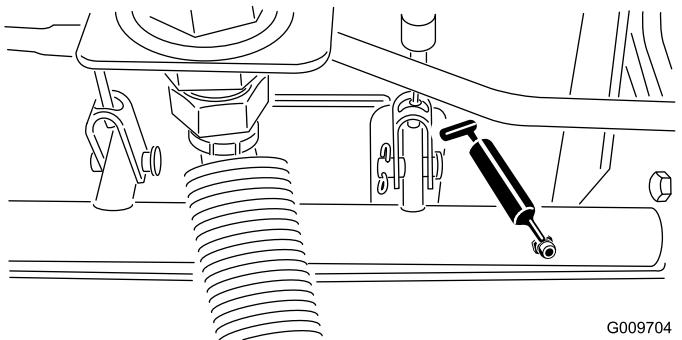

Figura 44
- Cojinetes del pivote del eje de freno (5), como se muestra en la Figura 44